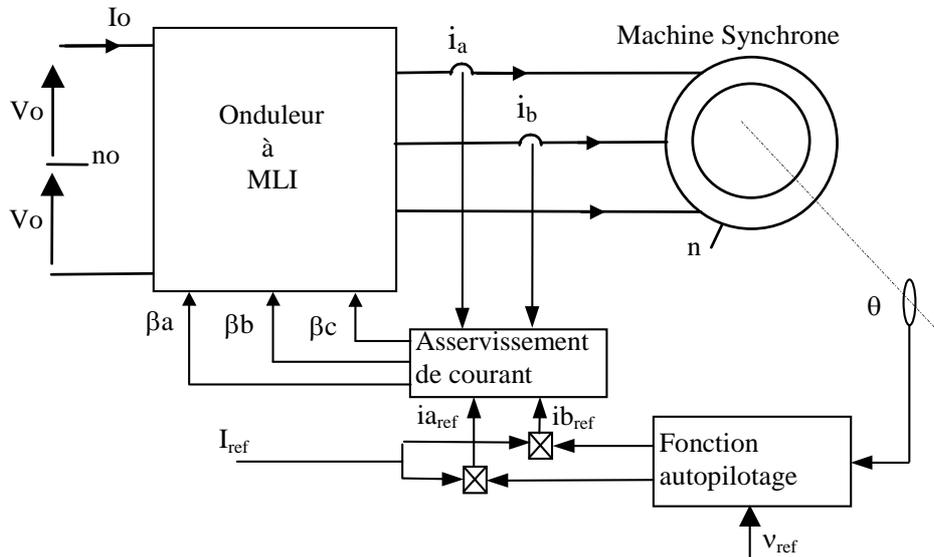

Figure F.1.
Le principe de la structure de commande "ab" est donné par la figure F.1.
- Q.F.1.** Selon le schéma de principe de la **figure F.1**, exprimer les relations littérales de $i_{a_{ref}}$ et $i_{b_{ref}}$ en fonction de I_{ref} , θ et ν_{ref} .